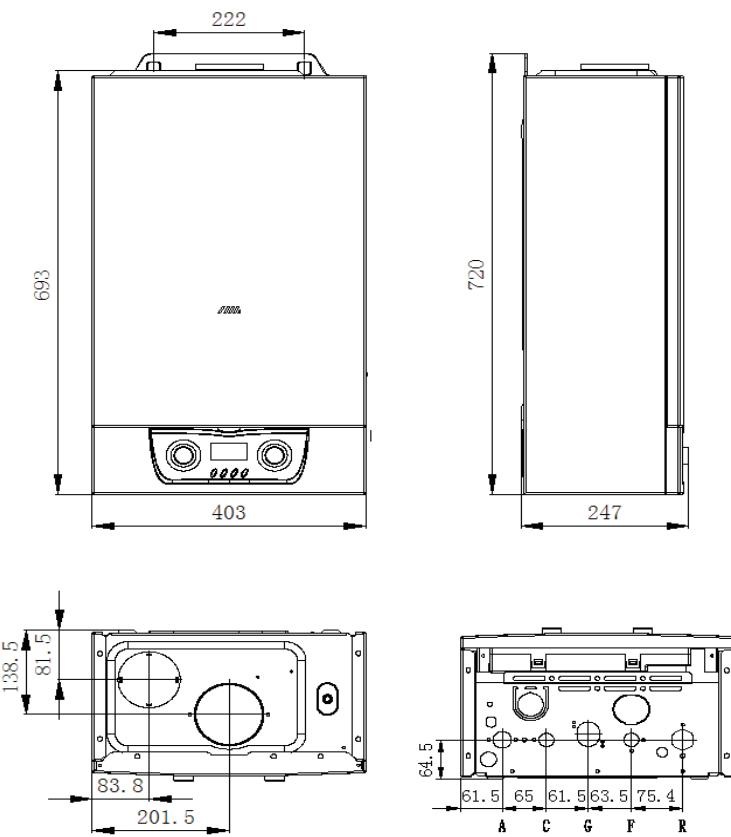

Рис. 1
**3.5 Габариты и присоединительные размеры котла (Рис. 1, Табл.2)**